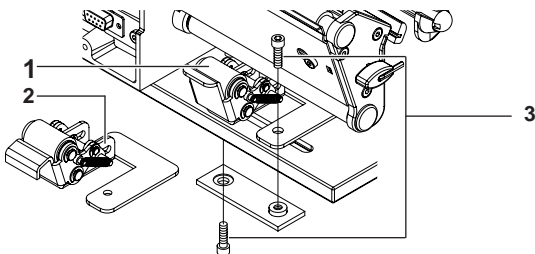

Figure 4 Remplacement du galet presseur
- insérer le support d'étiquette (5) comme décrit figure 4 dans le module de distribution.